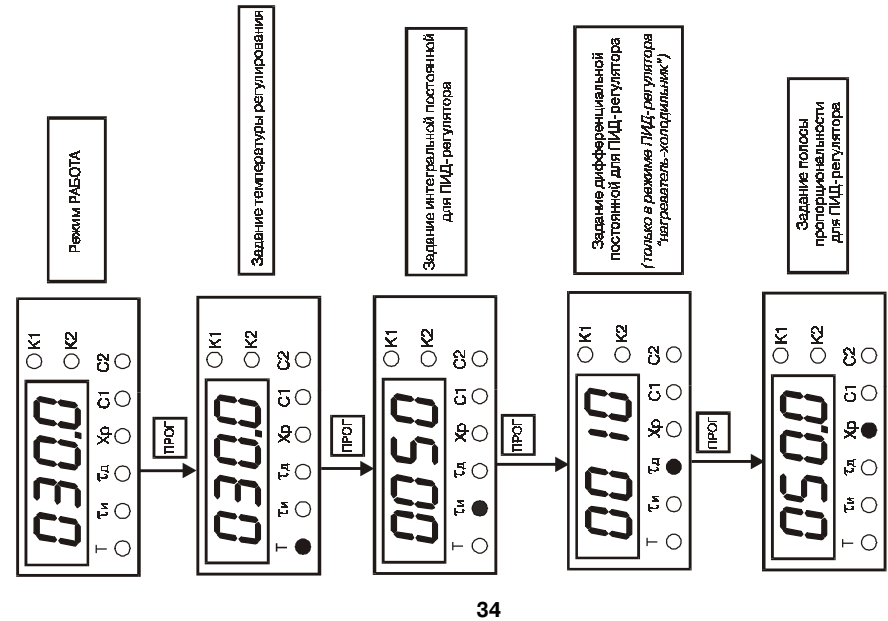

Рис. 14
6.2.1. В приборе установлено два уровня программирования. На первом уровне осуществляется просмотр и изменение значений параметров регулирования: уставки регулятора (Т) и коэффициентов ПИД-регулятора:  $X_p$ ,  $\tau_i$  и  $\tau_d$ . Вход на первый уровень программирования осуществляется кратковременным (около 1 с) нажатием на кнопку ПРОГ. Последовательность работы с прибором на первом уровне программирования приведена на рис. 14.